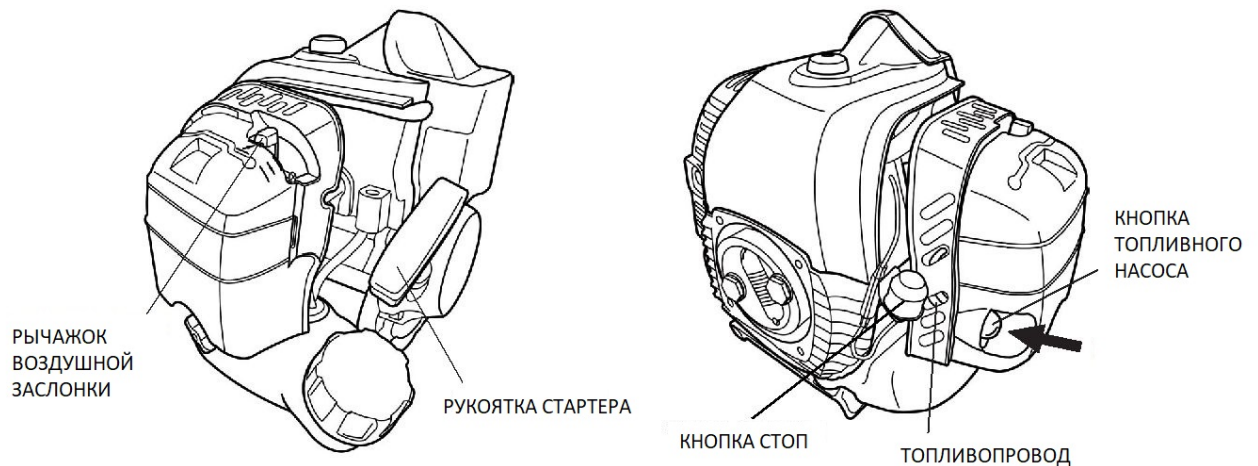

Рис. 7
- Для остановки двигателя нажмите кнопку СТОП. (Рис. 7)
- Положите инструмент на прочную опору или твердый грунт и переведите рычаг переключения направления вращения в нейтральное (N) положение.